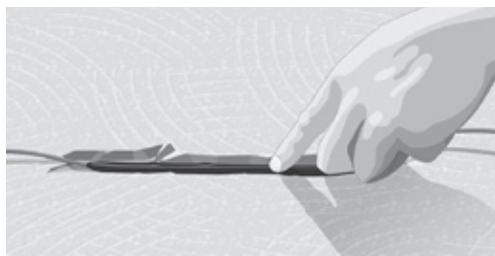

Fig. 3. Rille til kold/varm samling på kablet
4. Fræs riller i gulvet til kold/varm- og endesamling. Kablet skal placeres i lige linje min. 20 cm på hver side af en samling. Lav rillen så stor, at indstøbningsmaterialet kan indkapsle samlingerne fuldstændigt. Hav mindst 10 mm på hver side af samlingen. Lav rillen så dyb, at samlingerne ikke påvirker den samle højde af konstruktionen (fig. 3).